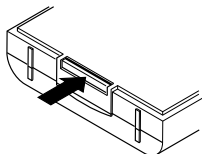

Figure 2
2. **Ouvrez le boîtier du carillon.** Appuyez sur les deux agrafes au bas du carillon et soulevez le boîtier pour l'ouvrir (voir la Figure 2).